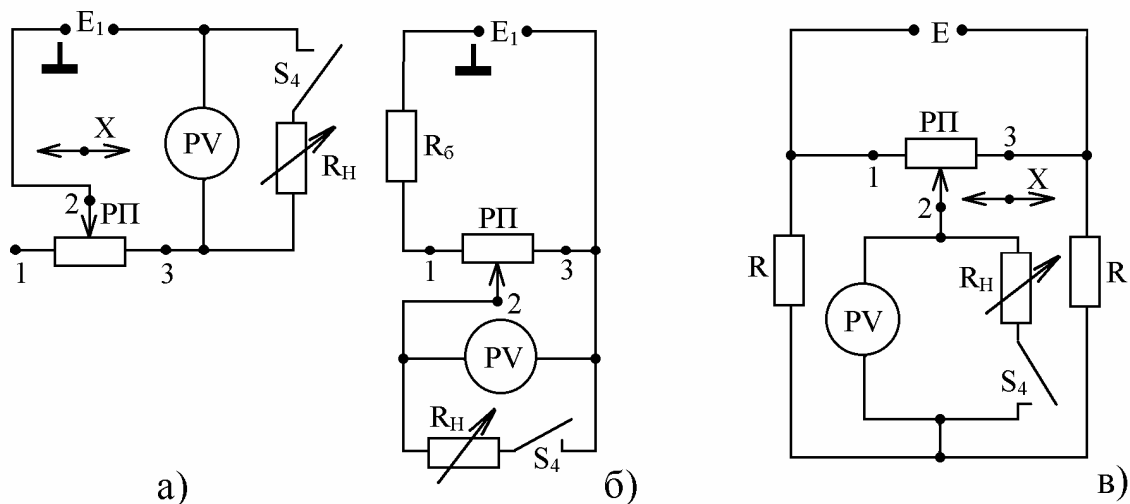

Рис. 3
- при переключении $S3$ в положения 1, 2 или 3 соответственно каждый из выбранных РП включается соответственно в *последовательную* схему, в *параллельную* схему или в два соседних плеча *мостовой* схемы (рис.3 а, б или в).
Преобразование выходной величины РП - сопротивления в электрический сигнал, ток или напряжение, осуществляется с помощью измерительной схемы. Вид схемы включения РП в значительной степени определяет характер функции преобразования всего устройства. Простейшей является схема последовательного включения РП с источником питания и прибором (рис.3,а). Значение тока зависит от перемещения движка РП следующим образом;
На рис.3,б представлена параллельная схема включения РП (схема делителя напряжения). Выходное напряжение, измеряемое прибором, определяется выражением:
На рис.3,в показано дифференциальное включение РП в мостовую измерительную схему. Эта схема характеризуется достаточно хорошей линейностью при правильно подобранном сопротивлении нагрузки. Кроме того, дифференциальное включение РП в мостовую схему (в соседние плечи моста) увеличивает чувствительность и точность измерения. А также позволяет измерить перемещение вида $\pm X$ (в разные стороны от нулевой отметки).